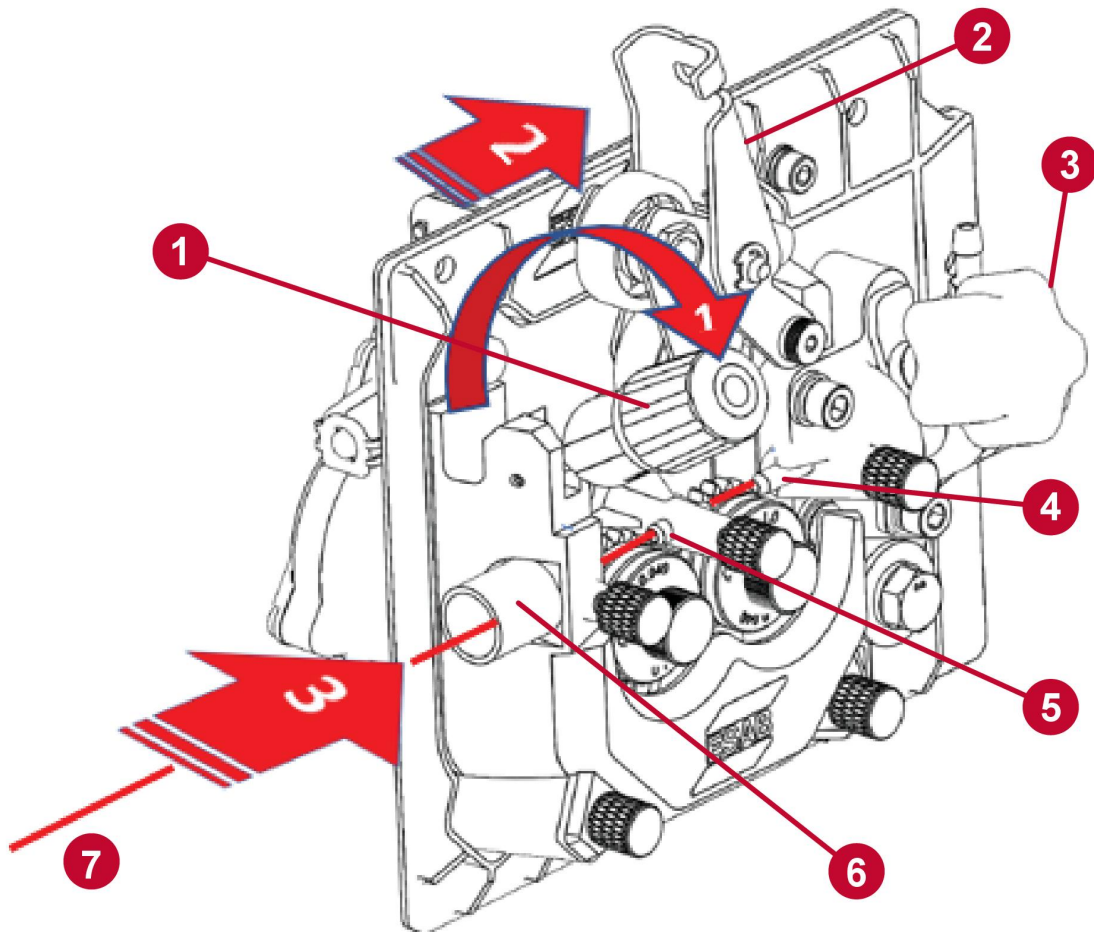

Figura 9. Mecanismo de alimentación de alambre
3. En el conjunto de alimentación de alambre, para liberar el brazo tensor, tírelo hasta sacarlo de su retención y gírelo hacia usted (consulte (1) en la Figura 9).
Cerca del extremo de entrada de la guía de alimentación de alambre en el conjunto de alimentación de alambre (consulte la Figura 9), corte el alambre mientras sujeta el extremo de la bobina (para que el alambre no se desenrolle de la bobina después de cortarlo). Asegure el extremo cortado del alambre a la bobina (si queda algún alambre en esta), para evitar que el alambre se desenrolle de la bobina.